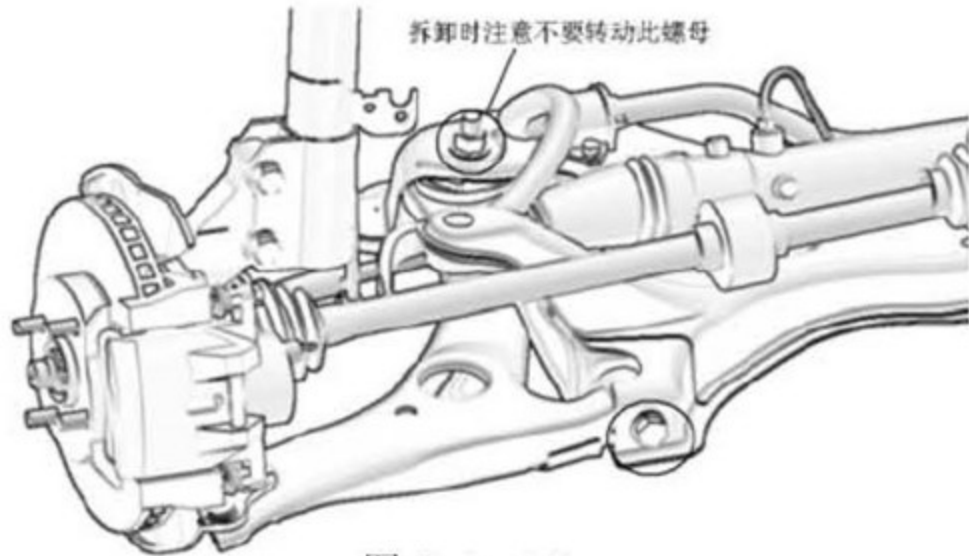

图 5.1—15
③ 拆下 2 个螺栓和螺母，拆下前悬下摆臂总成，如图 5.1—15 所示。注意不要转动螺母，螺母为锁紧螺母，转动螺母会使其损坏。